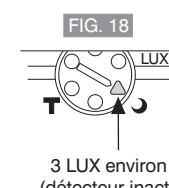
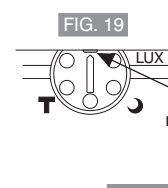

FIG. 18
FIG. 19
- La régulation **LUX** détermine le niveau de luminosité à partir duquel l'installation d'éclairage entre en fonction quand le détecteur de mouvement est programmé sur le FONCTIONNEMENT AUTOMATIQUE. Tourner temporairement le régulateur **LUX** dans le sens horaire jusqu'à la position correspondante avec la lune (crépuscule). Dans ce mode de régulation temporaire, le détecteur de mouvement demeure inactif durant la lumière du jour (FIG. 18). Au moment du crépuscule, quand il existe le niveau de luminosité auquel on souhaite que la lumière s'active, il suffit de programmer le régulateur **LUX** sur la position estimée appropriée (exemple sur la FIG. 19).
- Mit der Einstellung **LUX** lässt sich festlegen, bei welcher Helligkeitsstufe sich die Beleuchtungsanlage einschaltet, wenn sich der Bewegungsmelder im AUTOMATIKBETRIEB befindet. Drehen Sie den Drehregler **LUX** zunächst im Uhrzeigersinn bis zum Mond (Position Dämmerung). Bei dieser Einstellung schaltet sich der Bewegungsmelder bei Tageslicht nicht ein (ABB. 18). Sobald es dunkel wird und jene Helligkeitsstufe erreicht ist, bei der die Beleuchtung aktiviert werden soll, stellen Sie einfach den Regler **LUX** auf die gewünschte Position (Beispiel, siehe ABB. 19).